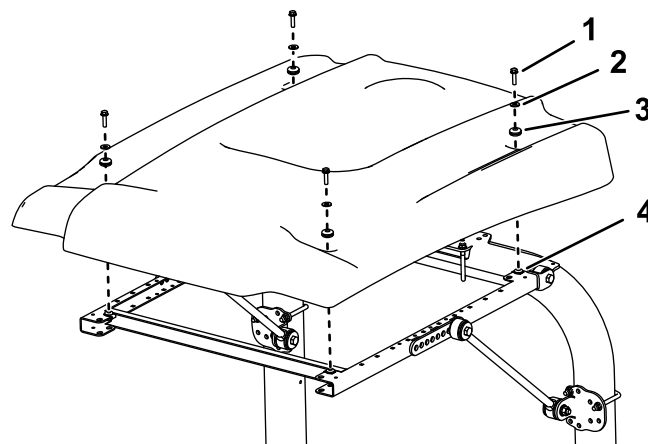

Рисунок 13
14. Выравнивая монтажные отверстия, расположите солнцезащитный навес на раме, как показано на Рисунок 13.
15. Установите каждый угол солнцезащитного навеса на раму с помощью болта с фланцевой головкой (5/16 x 1¼ дюйма), малой шайбы и уплотнительной втулки, не затягивая их (Рисунок 13).